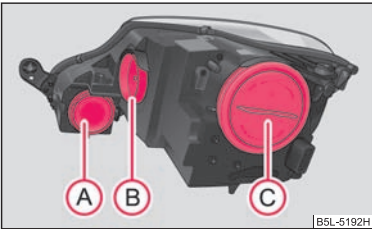

Fig. 197 Faros delanteros: Posición de montaje de las bombillas
Posiciones de las bombillas en el faro delantero ⇒ fig. 197.
- Quite la caperuza protectora de goma (B) ⇒ página 247, fig. 197.
- Quite la caperuza protectora de goma (A) ⇒ página 247, fig. 197.
- Retire el enchufe (1).
- Presionando el zócalo hacia abajo retire la bombilla defectuosa del portalámparas (2) y coloque una nueva.
- Quite la bombilla defectuosa del portalámparas (2) girando en dirección de la flecha y coloque una nueva siguiendo el procedimiento inverso.